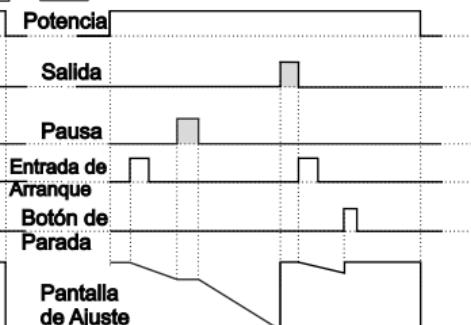

Figura 4.2
4.1.2 Si Conteo Descendente  $dEct = 1$  y  $boutF$  es  $bFF$ , el diagrama de control se muestra la figura 4.2.